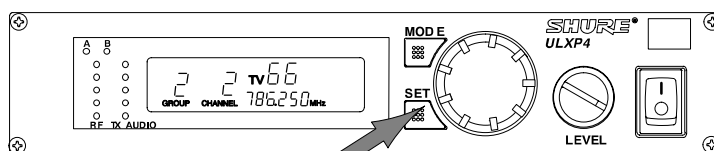

FIGURE 40
4. Pour accorder le récepteur au nouveau groupe, appuyer sur le bouton «SET». Un canal ouvert de ce groupe est automatiquement balayé et sauvegardé à l'arrière-plan. L'affichage revient alors au mode par défaut, comme illustré à la figure 40. Si l'on ne choisit pas d'accepter le groupe recommandé du récepteur, tourner le bouton de commande vers la droite pour faire défiler la liste des groupes balayés.